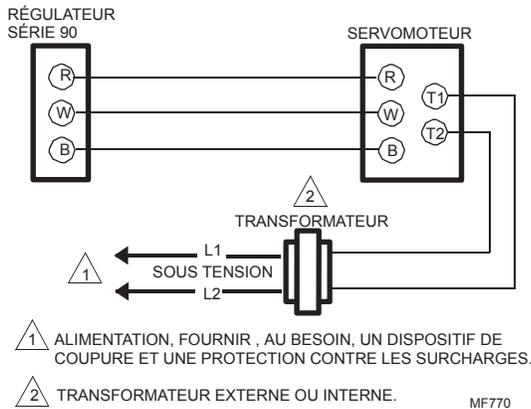

Fig. 5. Raccordement type d'un servomoteur de série 90
5. Voir à la Fig. 5 le schéma de raccordement type et à la Fig. 7, le raccordement des interrupteurs auxiliaires internes.